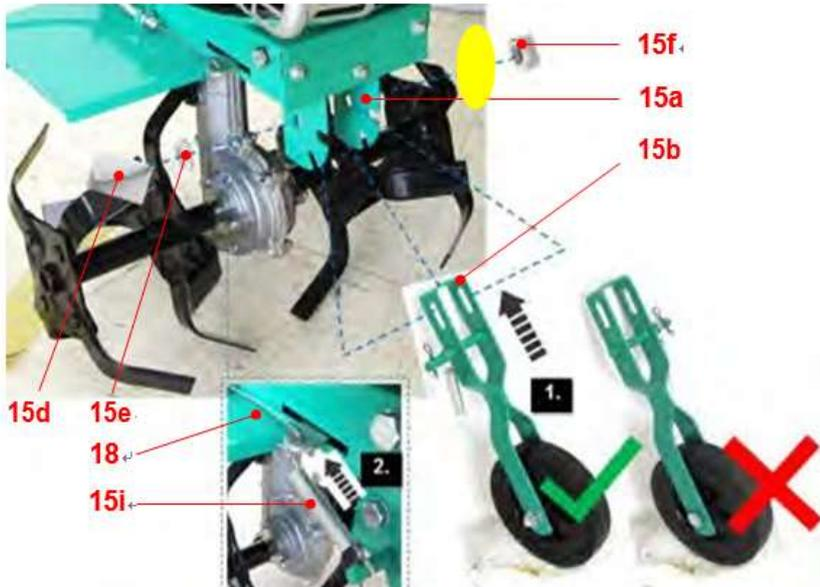

Fig.4
6. Alignez le support (15b) avec l'équerre (15a) et assemblez l'assemblage des roues à l'intérieur. Sécurisez les connexions avec les boulons (15d), la rondelle (15e) et l'écrou (15f) en utilisant l'outil multifonctionnel et la clé d'assemblage. (Fig.4, étape 1).
7. Accrochez le bras compensé (15i) à l'intérieur de la protection (18). (Fig.4, étape 2). Assurez-vous que la barre (15g) se ferme d'un coup sec dans l'une des deux positions sur l'équerre. (15a)